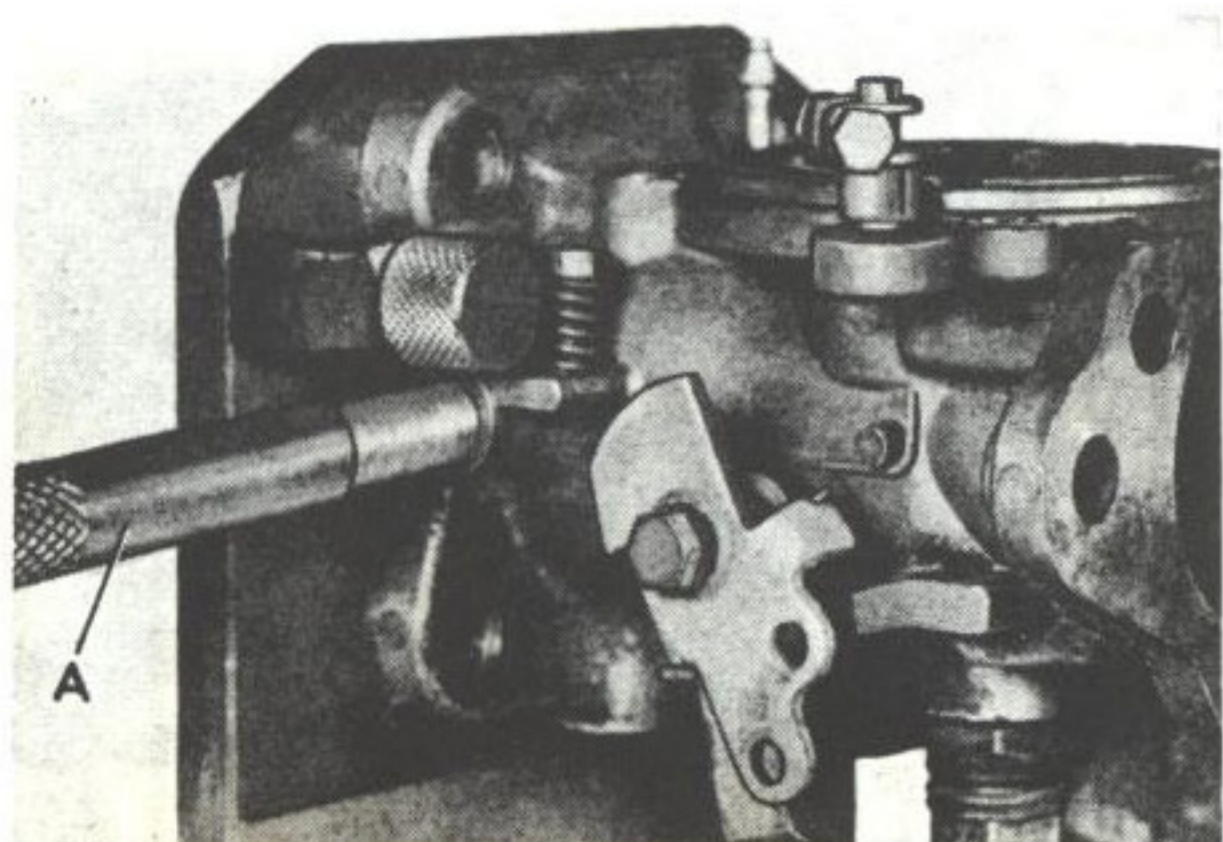

Bild 21. Ipressning av bussning.
4. Efter slutförd brotschning, vrid stativets tapp 90° , så att den bildar stopp invändigt i förgasarhuset för bussningarna och driv i dessa med dorn SVO 2402, bild 21.